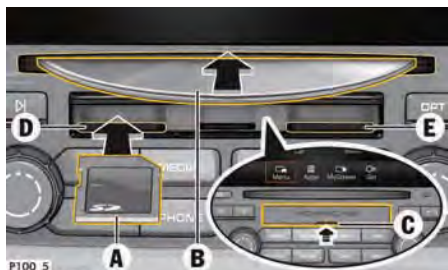

図211: CD/DVDまたはSDカードのロード
2. SDカードA (図211) のラベル面を上にして、SDカード・リーダー1 (D参照) または2 (E参照) にロックされるまで差し込んでください。